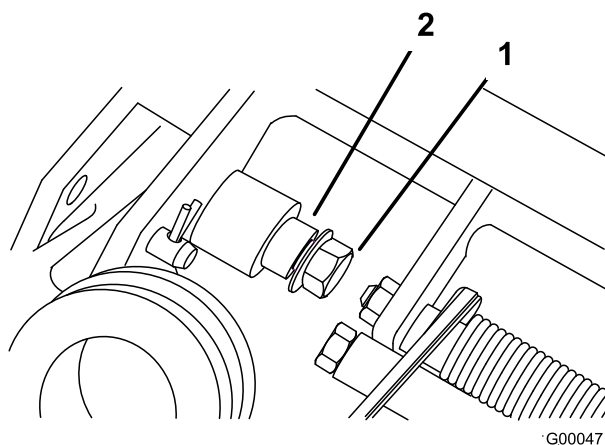

図 4
1. 機体左右のボルトとピボット・ピンからフランジ・ロックナットを外す(図4)。